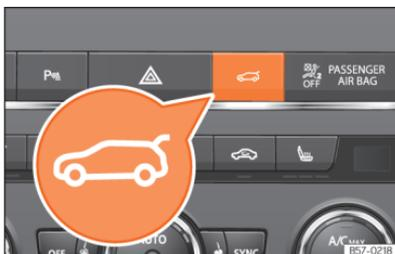

Abb. 61 Mittelkonsole: Taste zum Öffnen und Schließen der Heckklappe.
- **ODER:** Drücken Sie mindestens eine Sekunde lang die Taste  in der Mittelkonsole **>>> (Abb. 61)**. Die Taste funktioniert auch bei ausgeschalteter Zündung.
- **ODER:** Drücken Sie die Taste  in der Mittelkonsole, bis die Heckklappe geschlossen ist **>>> (Abb. 61)**.